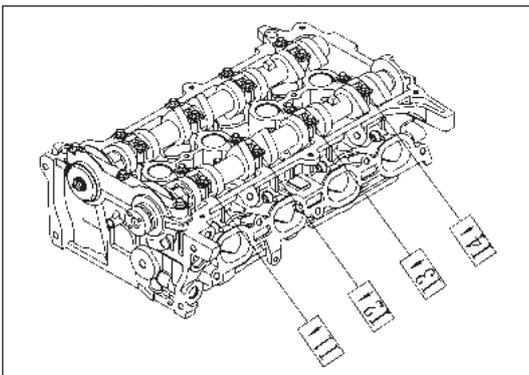

Рис. 12-3-44. Установка распределительного вала и крышек подшипников
- ① Установить распределительный вал, как изображено на рис. 12-3-44.
- ② Установить 4 крышки подшипников распределительного вала на соответствующие места, как изображено на рис. 12-3-44.